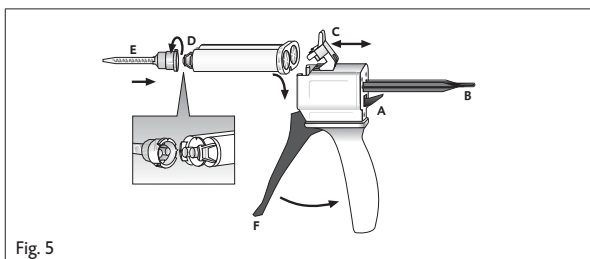

Fig. 5
1. Den Hebel [Fig. 5, Pos. A] an der Rückseite des Automix-Dispensers nach oben drücken und den Schieber [Fig. 5, Pos. B] vollständig zurückziehen.
2. Kunststoffriegel [Fig. 5, Pos. C] nach oben klappen, die Kartusche einsetzen und mit dem Kunststoffriegel [Fig. 5, Pos. C] arretieren.
1. Kartuschenkappe [Fig. 5, Pos. D] oder benutzte Mischkanüle nach Drehung um 90° gegen den Uhrzeigersinn abziehen und werfen.
2. Neue Mischkanüle [Fig. 5, Pos. E] aufsetzen.
- Das Material durch Betätigen des Hebels [Fig. 5, Pos. F] am Automix-Dispenser in der Mischkanüle mischen und direkt applizieren.
- Den Hebel [Fig. 5, Pos. A] an der Rückseite des Automix-Dispensers nach oben drücken und den Schieber [Fig. 5, Pos. B] vollständig zurückziehen.
- Kunststoffriegel [Fig. 5, Pos. C] nach oben klappen und die Kartusche entnehmen.